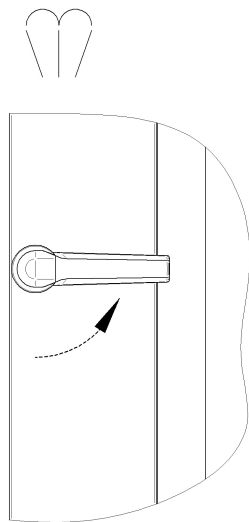

Рис. 6. Положение ручки двери при выпуске пара
- Для открывания двери поверните ручку двери против часовой стрелки (Рис. 6). При таком положении ручки, если до этого печь работала, возможен выход горячего пара. Во избежание получения ожога от горячего пара, сначала выпустите пар, немного приоткрыв дверь.